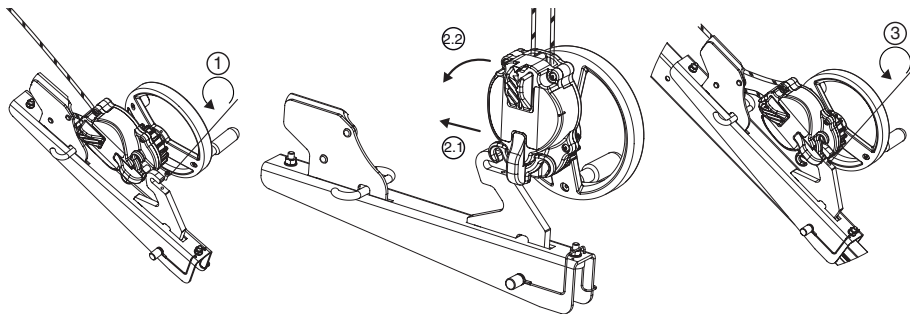

Fig. 8
### 6.3.4. Aparelho Derope™ UP R (Fig. 8, 9 e 10)
na Fig. 8. É proibida qualquer outra fixação em outro ponto do tripé tracpode da Tractel®.
1. Desapertar o parafuso de bloqueio do gancho de amarração do suporte para aparelho Derope™ UP R (Fig. 8, 1).
2. Instalar o aparelho Derope™ UP R no gancho de amarração (Fig. 8, 2.1 – 2.2).
3. Apertar o parafuso de bloqueio de modo a impedir que o aparelho se separe do suporte (Fig. 8, 3) e verificar se está correctamente no sítio e apertado.